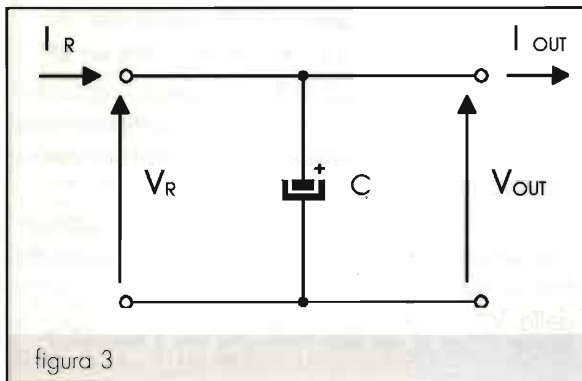

figura 3
- A) - con solo condensatore (figura 3);